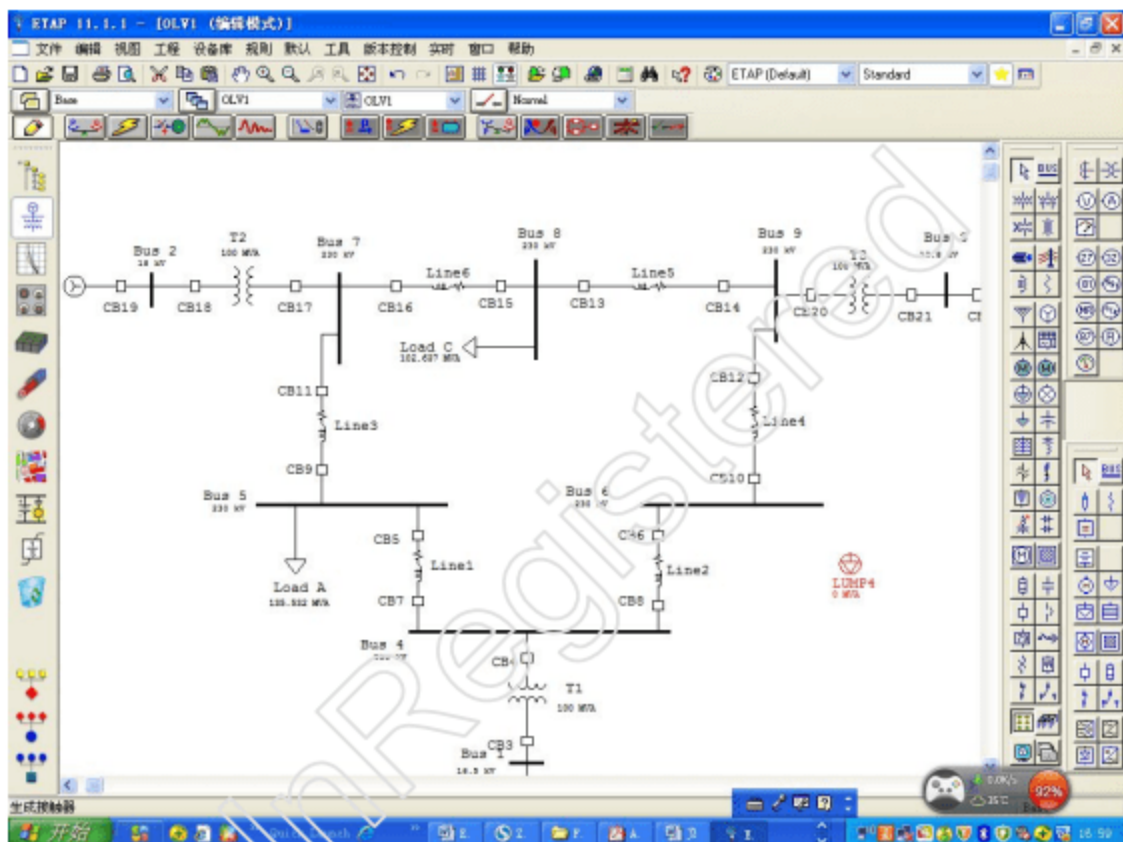

图1.2 在单线图上添加元件
1、鼠标左键单击元件栏中的交流元件，拖曳到图纸OLV1(编辑模式)上，如图1.2所示。这些元件分别是：发电机、变压器、传输线、电缆、等效负荷、母线、断路器等。